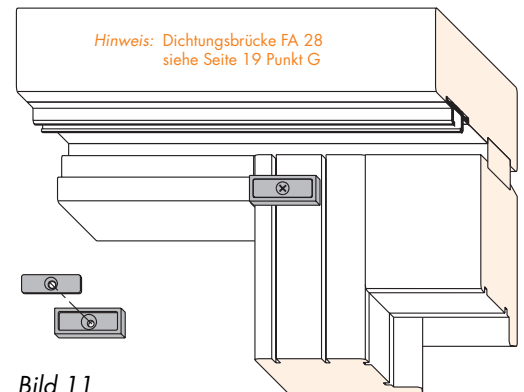

Bild 11
- F** Einbau des Dichtungsteil FA 10 mm (13).
- Bei 10 mm Flügelabstand Dichtungsteil FA 10 mm (13) einsetzen und mit Anschraubblech FA 10 mm (14) befestigen (Bild 11).